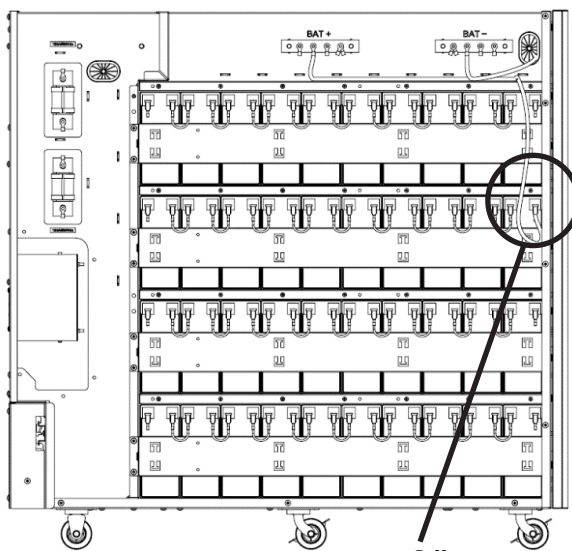

Figura 5-20A
29. Conecte la batería 1+ del grupo 3 a la barra colectora de la batería + (BAT +) (Figura 5-20A).